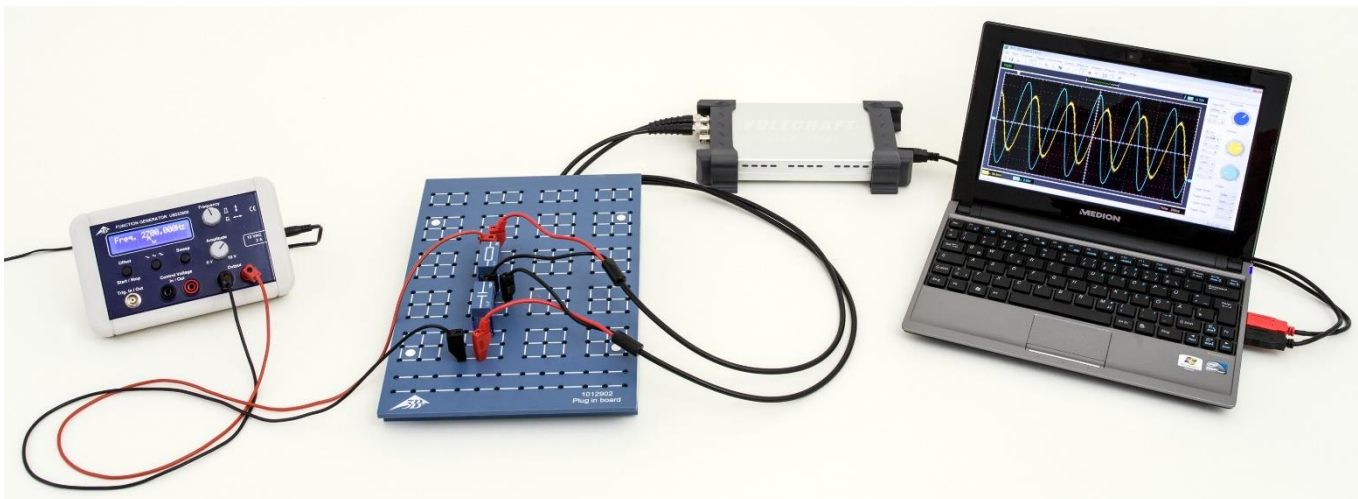

Fig. 1: Disposição de medição
- Montar a disposição de medição (Fig. 1) conforme diagrama de ligações (Fig. 2) com a resistência $R=1\ \Omega$ e um um dos capacitores $C=1\ \mu\text{F}$.